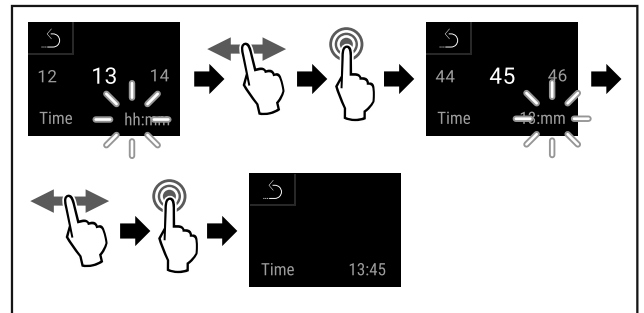

Fig. 56
- ▶ Efectuați pașii de acțiune (vezi Fig. 56).